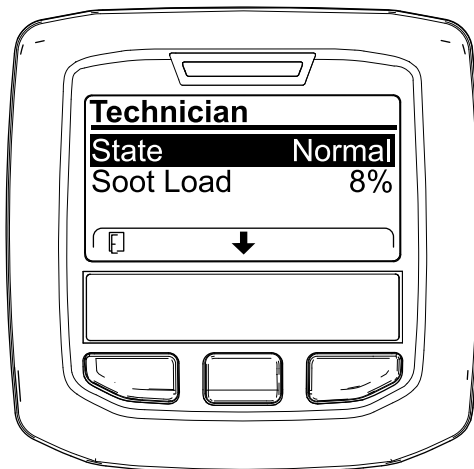

図 34
- DPF 稼働記録表で、現在の DPF の状態を確認する 図 34。